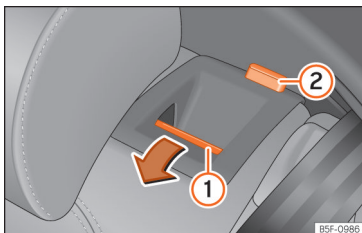

Fig. 96 Bancheta spate: rabatarea spătarului.
- Apăsăți butonul de deblocare »» fig. 96 ① către față și în același timp rabatați spătarul. Dacă marcajul roșu al butonului ② este vizibil, spătarul banchetei nu este fixat pe poziție.